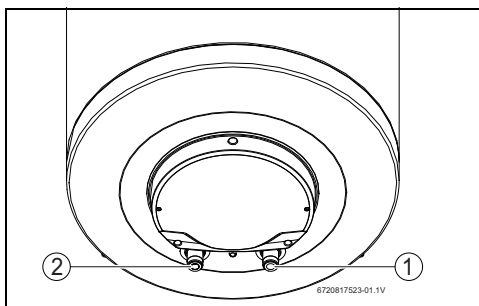

Fig. 10
- Marcați corespunzător țevile de apă rece și apă caldă pentru a preveni interschimbarea (Fig. 10).